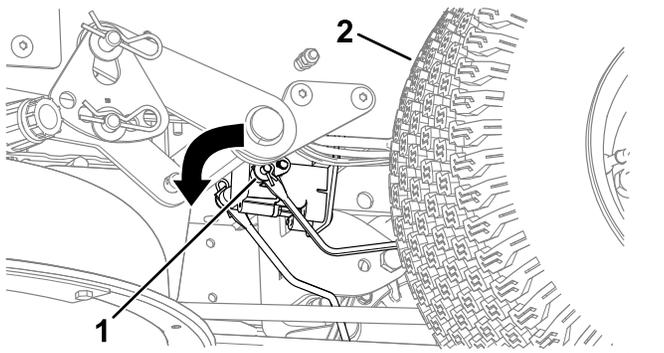

図 53
4. 電気ブレーキのシャフトブレーキリンクアームが接続されているを探し出す 図 53。
5. 図 53 のようにシャフトを前方向に回すとブレーキが解除される。